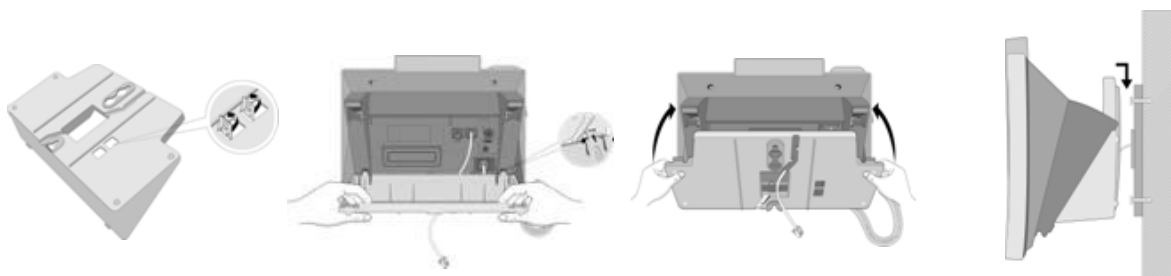

Рис. 4.7-6 Крепление на стене телефона серий LIP-7000
Телефоны LIP-24D/DH или LIP 7000 устанавливаются на стене при помощи соответствующего монтажного комплекта для крепления на стене. Настенный монтажный комплект закрепляется на стене, как описывается ниже и показано на Рис. 4.7-6.
- Вставьте два дюбеля в отверстия и ввинтите два шурупа, оставив их выступать на 6 мм. См. Рис. 4.7-6.
- Вставьте крюк из комплекта настенного монтажа для предотвращения падения телефонной трубки после установки телефона на стене. Для телефонов серий LIP-7000 крюк для трубки изготавливается как элемент настенного держателя, см. Рис. 4.7-6.